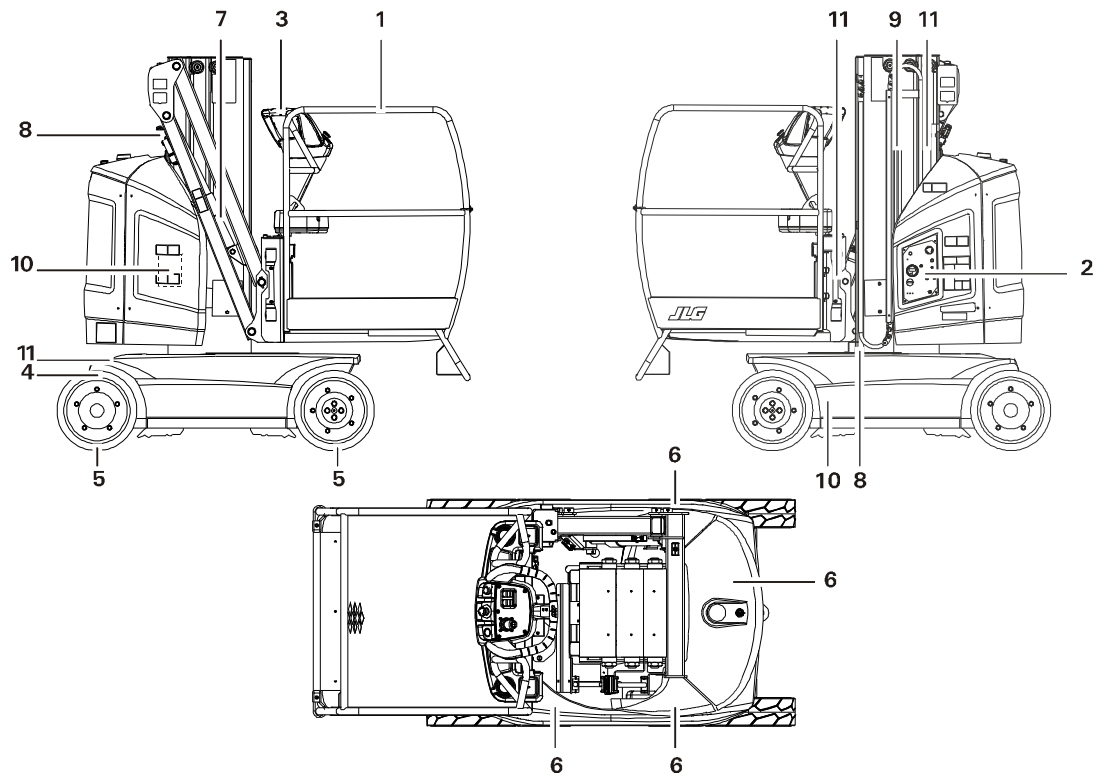

Figura 2-1. Inspección Visual Diaria - 8E/20E
5. **Inspección ocular** – Consultar la Figura 2-1 o la Figura 2-2, según el modelo.
Empezar la "Inspección Ocular" en el elemento 1. Ver la Figura 2-1 o la Figura 2-2, según el modelo. Continuar comprobando cada elemento en secuencia para saber si existen las condiciones enumeradas en la siguiente lista de comprobación.